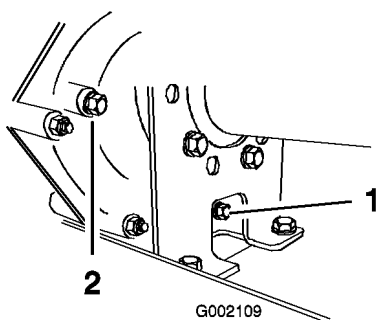
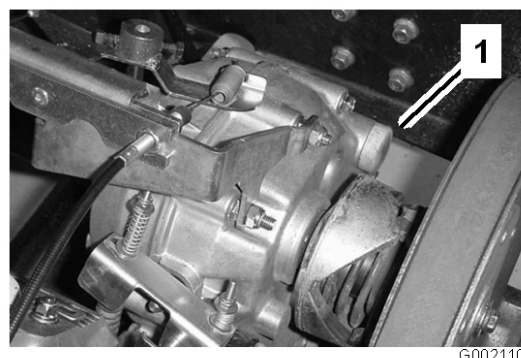

Figura 48
Figura 49
- Rimuovete il tappo di spurgo dal lato destro del serbatoio (Figura 48) e lasciate defluire il fluido in una bacinella. Quando il fluido cessa di scorrere, montate il tappo e serratelo.
- Riempite il serbatoio (Figura 49) con circa 1,4 litri di olio motore SAE 10W30, oppure fin quando il livello dell'olio non raggiunge la base del foro dell'indicatore di livello (Figura 48).